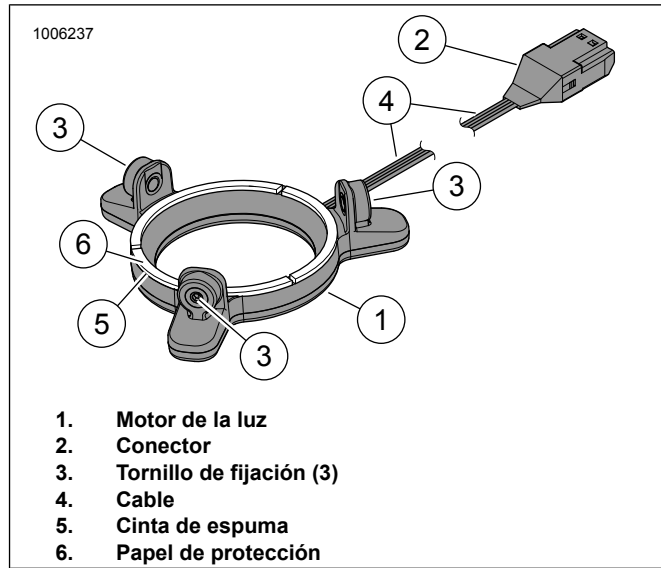

Figura 14. Luz LED, Altavoz Stage II redondo
6. Consulte la Figura 14. Quite el papel de protección (6) de la cinta de espuma (5) en la parte posterior del motor de la luz (1).